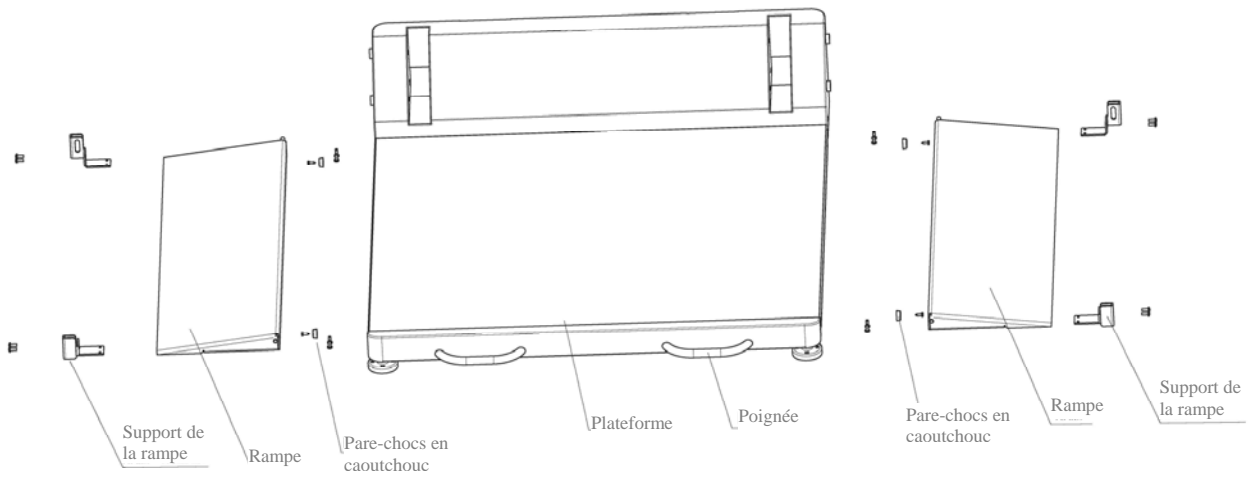

Figure 10
4. Enlevez les vis attachant les 2 butoirs en caoutchouc, situés sur le côté de la plateforme (voir Figure 10).
5. Enlevez les butoirs, et ré-installez les sur les côtés opposés de la plateforme. Utilisez les trous de montage appropriés (voir Figure 10).
1. De la position debout pliée, descendez doucement la balance sur ses pieds. Utilisez les poignées de la balance, situées au devant de la plateforme (voir Figure 10).